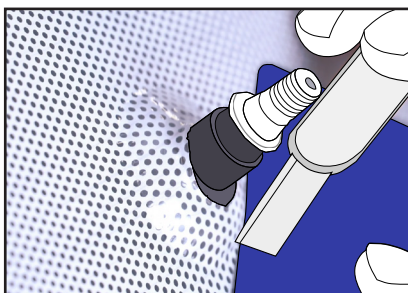

Figure 22
- ▶ Déplacer la raclette et le cutter en même temps, le long de la protection caoutchouc de l'axe d'essuie glace, pour couper le film. (FIG. 22)